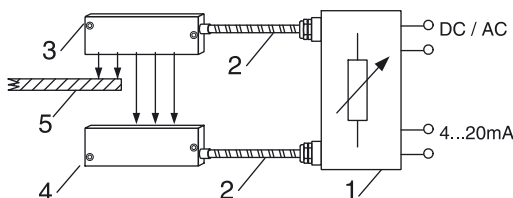
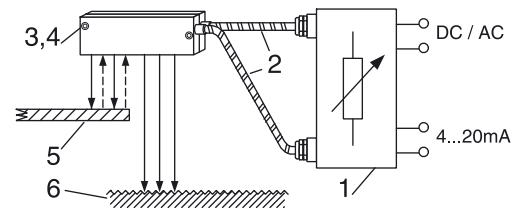

Fig. 1
Fig. 3
In dem Systemaufbau nach Fig. 1 sind die optischen Wandler (3, 4) einander gegenüberliegend als Lichtschranke aufgebaut. Das Material (5), das z. B. als Papier oder Blechkante ausgebildet sein kann, schiebt sich in den Lichtstrahl und reduziert je nach Eintauchtiefe den Strahlengang des von dem Wandler (4) detektierten Lichtstromes. Der über die Lichtleitkabel (2) angeschlossene Hochleistungsverstärker (1) liefert an seinen Ausgang ein Steuersignal (4...20 mA), das der Eintauchtiefe des Materials (5) je nach Ausbildung der optischen Wandler (3, 4) mit einer hohen Wiederholgenauigkeit bis zu  $\pm 0,5$  mm proportional ist.
Bei dem Reflexverfahren nach Fig. 3 sind die optischen Wandler (3, 4) für das Sende- und Empfangssignal gleichliegend z. B. oberhalb des Materials (5) angeordnet. Bei dieser Anordnung unterbricht das Material den Strahlengang zwischen Sender und Empfänger nicht, sondern es reflektiert in Abhängigkeit von seiner Eintauchtiefe in den Sender-Strahlengang einen Restlichtstrom, an den als Empfänger wirkenden optischen Wandler. Auch für diese Anordnung ergibt sich ein Stromsignal des Hochleistungsverstärkers (1), das mit hoher Wiederholgenauigkeit der Eintauchtiefe des Materials proportional ist.
Risse oder Inhomogenitäten im Kantenbereich werden grundsätzlich mit den in Fig. 1 oder Fig. 3 beschriebenen Verfahren erkannt. Nach Fig. 1 werden Risse oder Inhomogenitäten im Durchlauf als kurzer Lichtblitz erkannt, während nach Fig. 3 je nach detektiertem Untergrund die Reflexion kurzzeitig verändert ist.
Die Erkennung von Rissen oder ungleichmäßigem Materialverlauf, wie z. B. auch Löchern, setzen eine hohe Empfangsgeschwindigkeit des Erfassungssystems voraus. Bewegt sich z. B. nach Fig. 1 ein Riss von ca. 2 mm Breite mit einer Bandlaufgeschwindigkeit von 10 m/s an dem optischen Wandler vorbei, so beträgt die Blitzdauer 0,0002 s. Der Opto-Verstärker muss daher in diesem Fall mindestens eine Auflösung von 5 KHz haben. Ähnliche Verhältnisse liegen vor, wenn z. B. in einem Streckenreduzierwerk, im schnellen Rohrdurchlauf eine Kantenerfassung mit einer Genauigkeit von wenigen Millimetern durchgeführt werden muss.